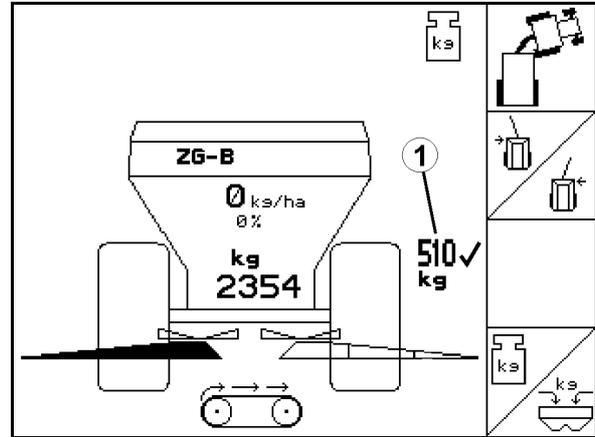

Fig. 37
- Im Arbeitsmenü wird die ausgebrachte Düngermenge angezeigt (Fig. 37/1).